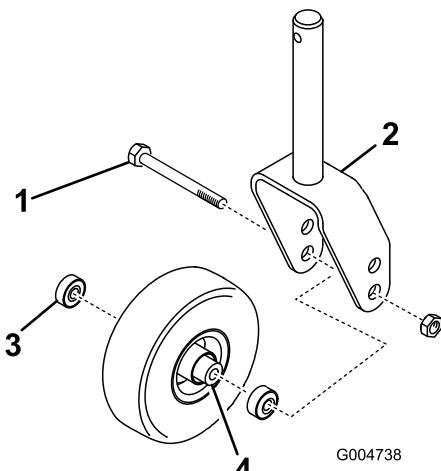

Рисунок 97
1. Выверните контргайку с болта, удерживающего узел поворотного колеса между вилкой или рычагом поворотного колеса (Рисунок 97).
2. Захватите поворотное колесо и извлеките болт из вилки или поворотного рычага (Рисунок 97).
3. Извлеките подшипник из ступицы колеса и дайте выпасть распорной втулке подшипника (Рисунок 97).
4. Снимите подшипник с противоположной стороны ступицы колеса (Рисунок 97).